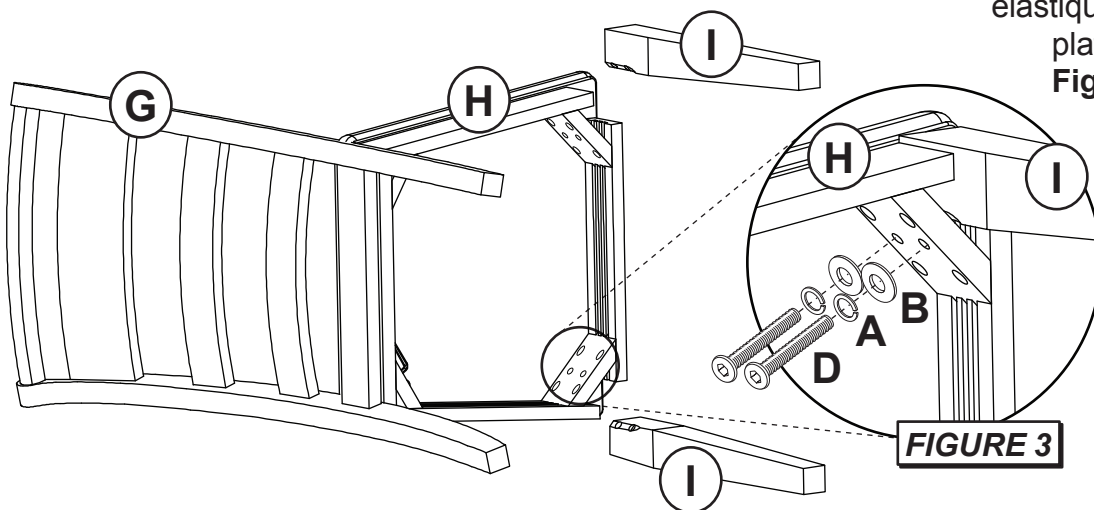

FIGURE 3
Fixez ensuite les pieds avant (I) au cadre du siège (H) avec des boulons Allen (2 D), 2 rondelles élastiques (A) et 2 rondelles plates (B) par jambe. Voir Figure 3. Le montage est maintenant terminé.